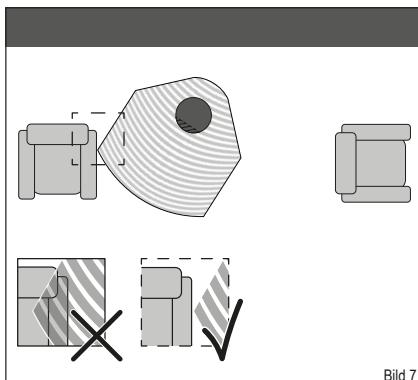
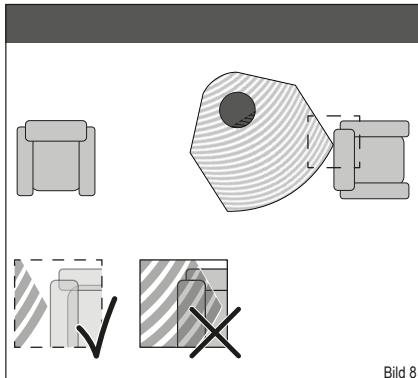

Bild 7
Bild 8
- ▶ In dem eingestellten Drehwinkel des Kaminofens darf sich innerhalb des Strahlungsbereiches kein brennbares Material wie, z. B. Möbelstücke befinden (Bild 7 und Bild 8).